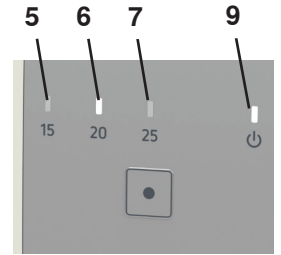

图 4
- ◆ 绿色显示灯(9,图4)快速闪烁。
- ◆ 已设好阈值的黄色灯亮起(5,6,7,图4)。
- ◆ 绿色显示灯(9,图4)亮起
- ◆ 绿色显示灯(9, 图4)亮起。
- ◆ 已设好阈值的黄色灯亮起 (5, 6, 7, 图4)。
当抽吸点上的SILENT流量传感器探测到流量时，绿色显示器(9，图4)通过缓慢闪烁来显示。
当流量大于所设的阈值时，相应的显示器(5, 6, 7, 图4)就亮起了